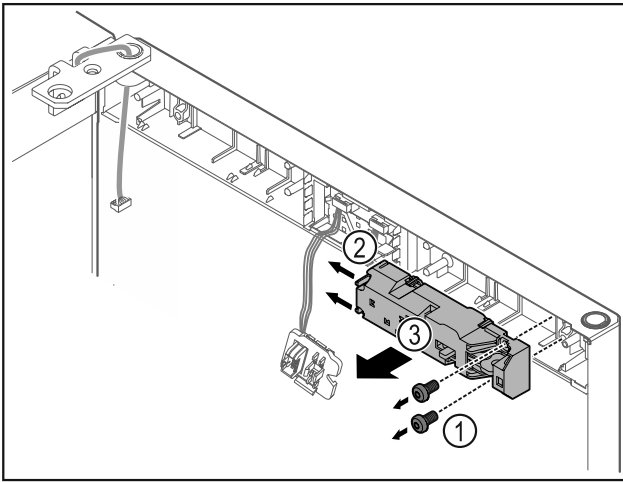

Fig. 18
- ▶ Poista ruuvit Fig. 18 (1).
- ▶ Paina lukitusnokat Fig. 18 (2) sivuun ja ota etälukko Fig. 18 (3) pois.